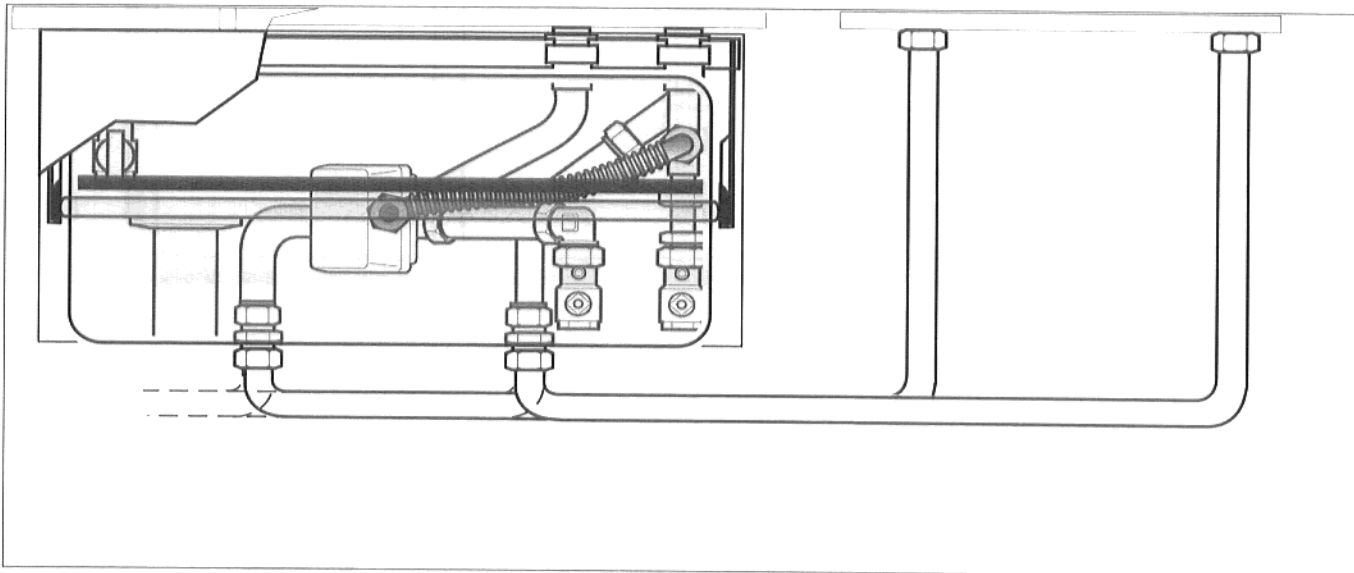

Fig. 15: vaso di espansione
- Avvitare lateralmente al supporto G-MAG la staffa destra e quella sinistra (Fig. 15).
- Applicare il pezzo di collegamento tra le staffe (Fig. 15).
- Posare le guarnizioni nel raccordo a vite del tubo ondulado flessibile (Fig. 15).
- Ermetizzare il tubo ondulado al nipplo doppio del pezzo a T (Fig. 15).
- Infilare il vaso di espansione tra le staffe (Fig. 15).
- Montare il raccordo a vite del tubo ondulado flessibile al vaso di espansione (Fig. 15).